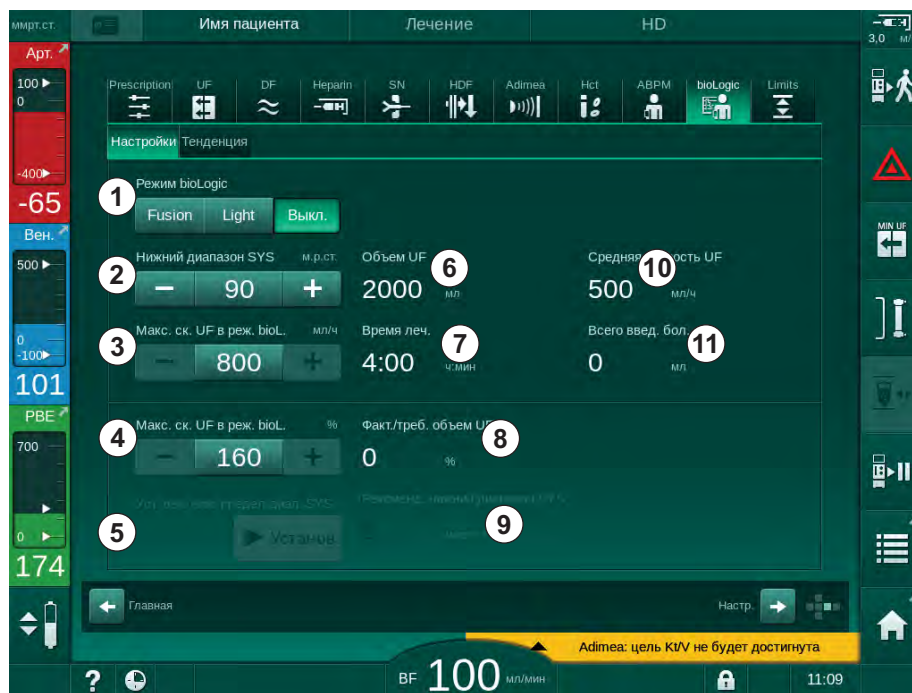

Рис. 11-20 Экран настроек bioLogic Fusion
При активации рекомендуемого SLL принимается значение ③ на Рис. 11-20. Дополнительно нижний предел систолического диапазона может быть установлен в положение ②.
1. Чтобы активировать bioLogic Fusion или bioLogic Light нажмите кнопку *Fusion* или *Light* в поле группы *Режим bioLogic* (Рис. 11-20, ①).